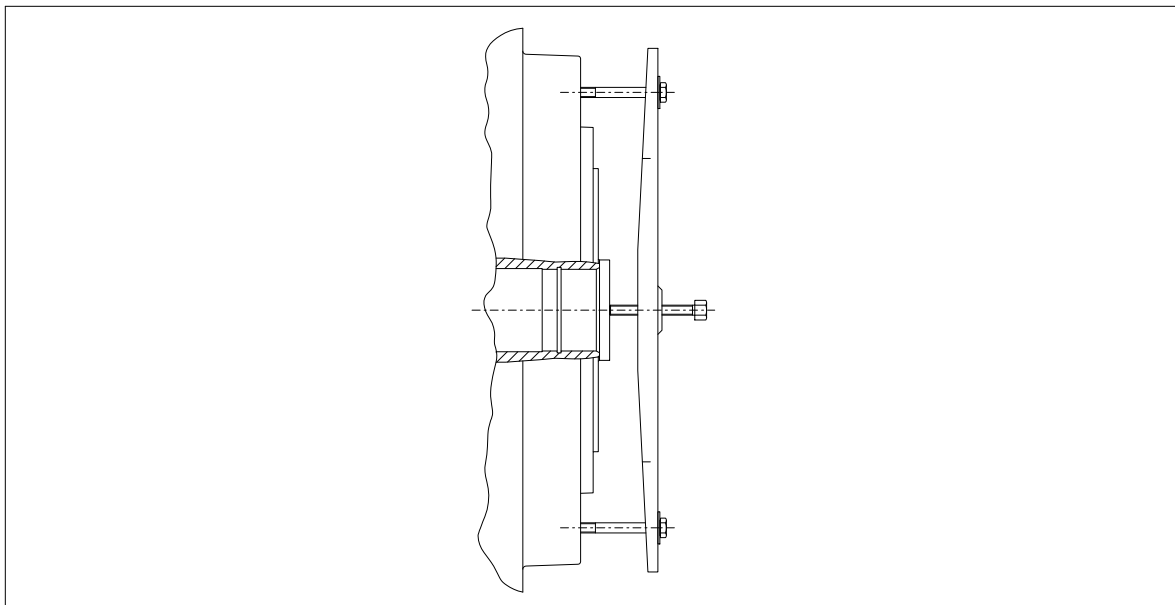

Fig. 14 : Démontage de l'accouplement FLUDEX
Pour extraire la coquille et le couvercle, appliquer une broche de compression avec pont et vis de traction, comme l'illustre la fig. 14. La force de compression agit sur la face frontale de l'arbre creux en acier. Visser les vis de traction dans les taraudages (108) de la bride de la coquille ou du couvercle. Une fois la coquille et le couvercle extraits, les pièces intérieures deviennent accessibles (paliers à segment, bagues d'étanchéité de l'arbre, etc.). Il faudrait changer les éléments d'étanchéité à chaque démontage de l'accouplement.